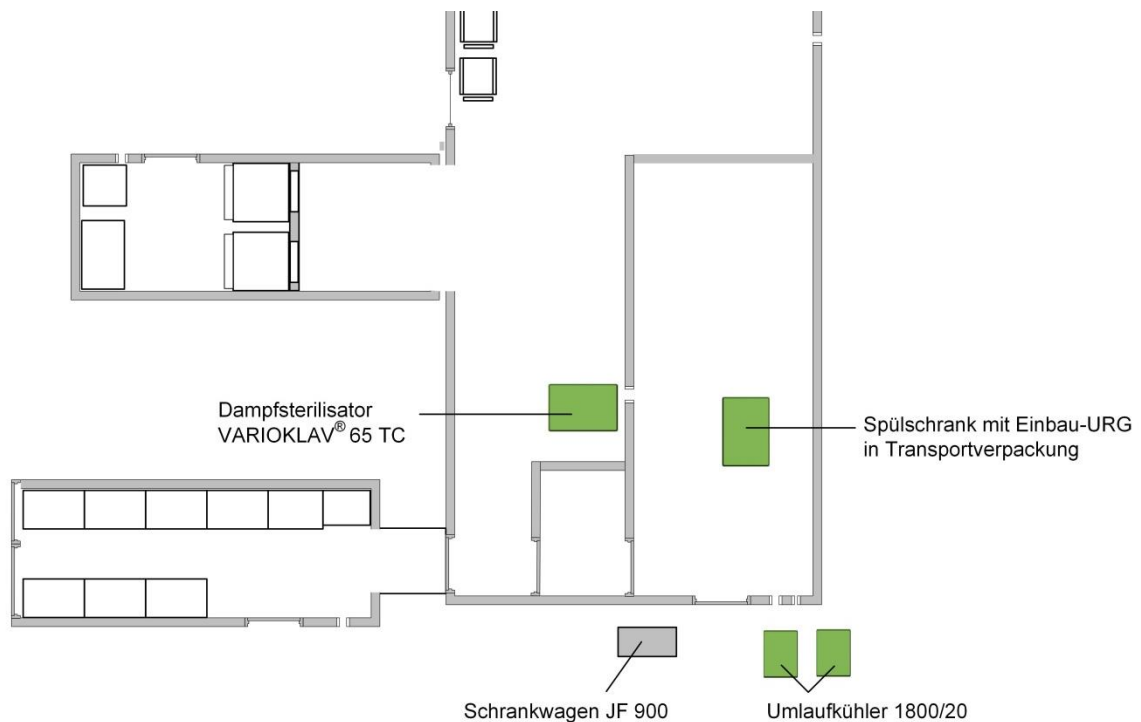

Abb. 9: Positionierung der Kisten 65 TC und Spülschrank
- ◆ Heben Sie die Transportkiste Spülschrank mit einem Stapler2 aus dem Container und platzieren diese gemäß Abb. 9:.
- ◆ Heben Sie die Transportkiste 65 TC mit einem Stapler2 aus dem Container und platzieren diese gemäß Abb. 9:.